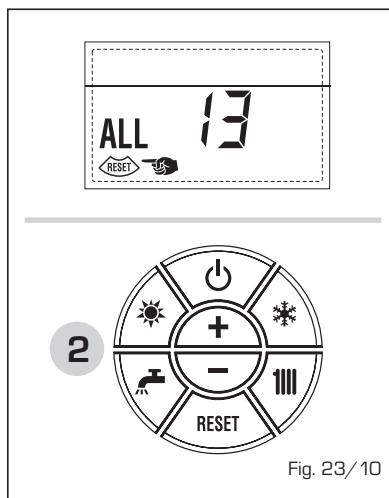

Fig. 23/10
- ANOMALÍA SONDA HUMOS "ALL 14" [fig. 23/11]